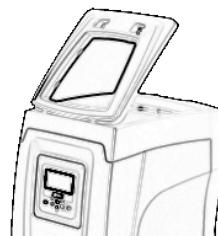

Figura 2
- **Față A:** o ușă permite accesul la un local tehnic. Ușă poate fi scoasă introducând 2 degete în prizele de cauciuc, strângând și rotind ușă în jurul balamalelor pe latura opusă a prizelor (vezi Figura 2). Pentru a repune ușă la loc, introduceți-o în balamale și închideți până face click.